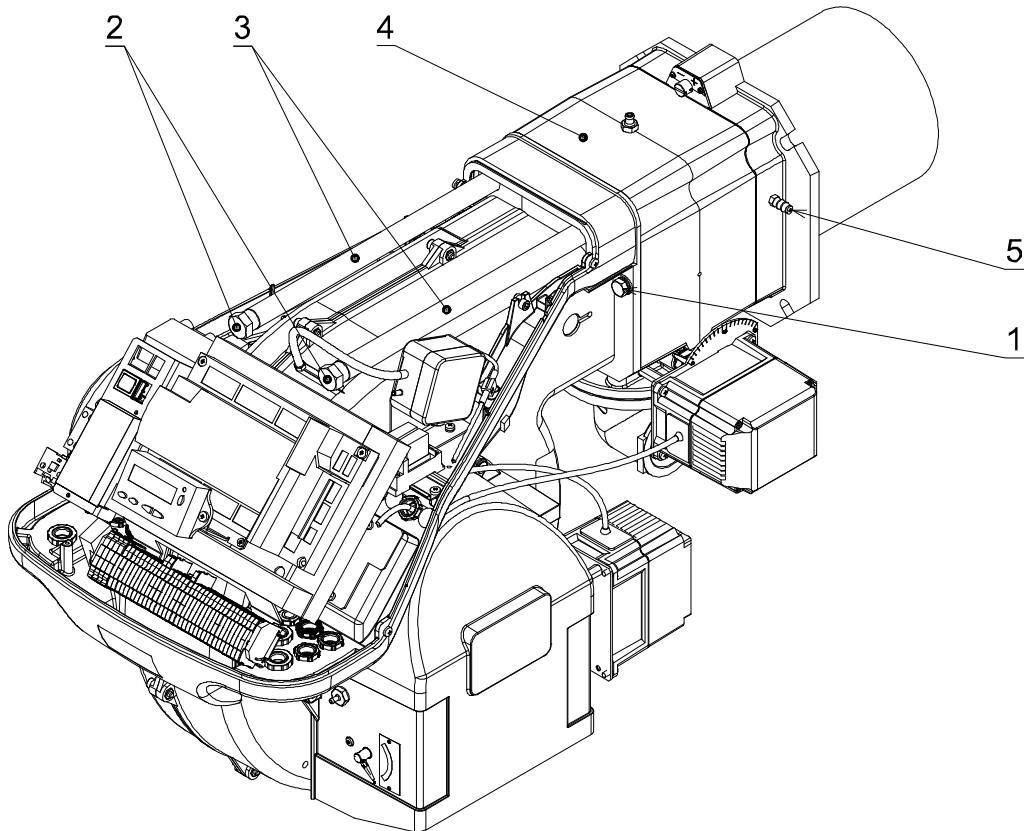

Fig. 18
- insérer le câble de la sonde et le câble de l'électrode puis faire glisser le brûleur jusqu'au manchon dans la position illustrée sur la Fig.18;